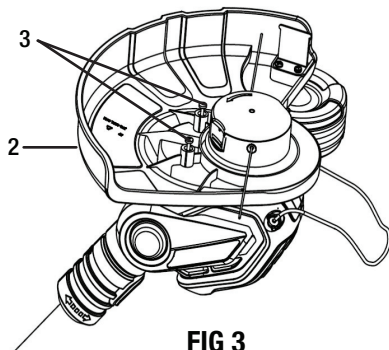

FIG 3
Serrez les deux vis (3) pour fixer la garde. Voir Fig. 3.